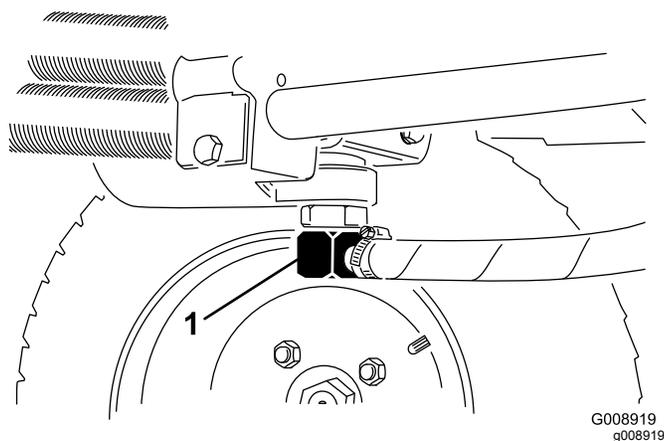
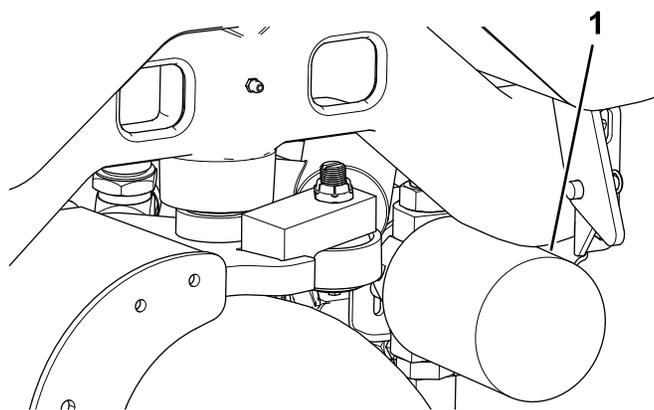

図 73
図 74
2. 油圧ラインの接続部 図 73 または油圧フィルタ 図 74 を外し、流れ出すオイルを容器に受ける。